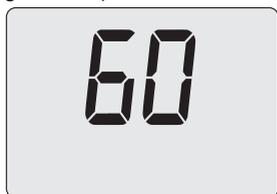

Figura 5.54
- Premendo il tasto 17 (Figura 5.51) sul display LCD appare il valore del parametro P03 (Figura 5.54).